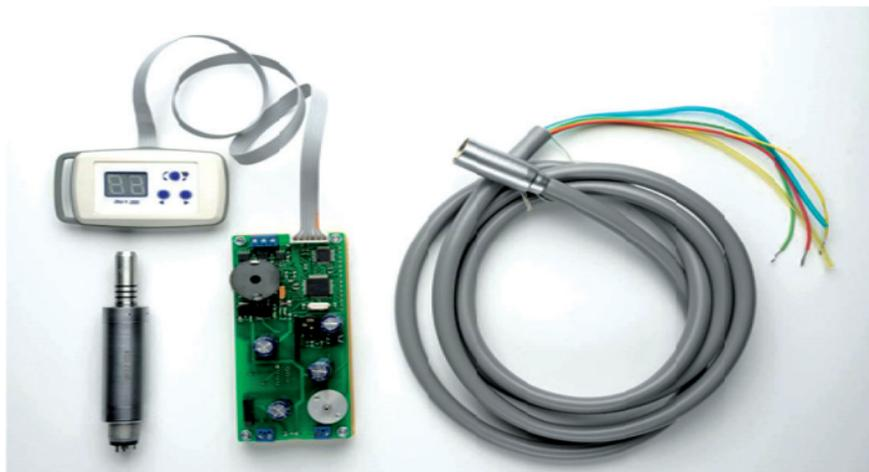

Рис.2
Блок БЭУ-01.02 24В (Рис.2) легко **встраивается** в стоматологическую установку и работает от переменного тока напряжением 24 В. Пульт управления, собранный в отдельном корпусе, крепится на столике врача стоматологической установки.
3. Выносной пульт управления (Рис.2) зафиксировать на самоклеящуюся ленту, нанесенную на его основание, на крышке врачебного блока.